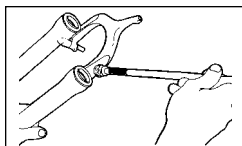

Fig. 6
- Appliquez du Judy Butter Nouvelle Formule sur la surface des gaines supérieures et remplissez complètement la poche entre les rebords du joint Resi-wiper (fig. 6).